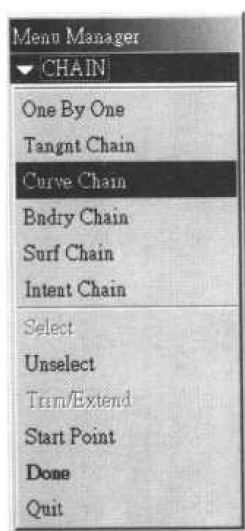

图 1
5. 依序选择的命令书中用箭头（→）分隔，例如 **CHAIN→Curve Chain**。参见图 1。